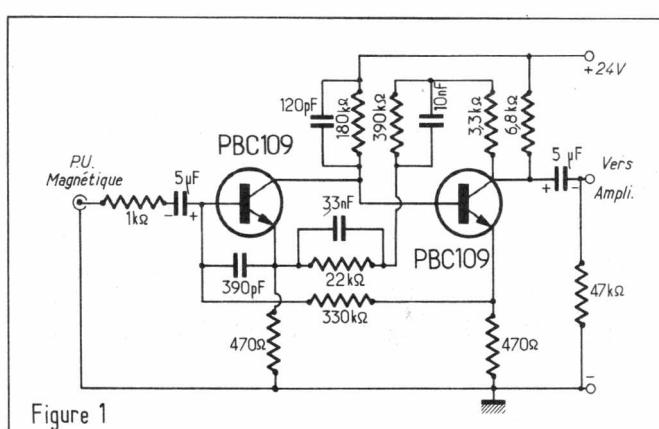

Figure 1
A) LE PREAMPLIFICATEUR D'ENTRÉE (fig. 1)